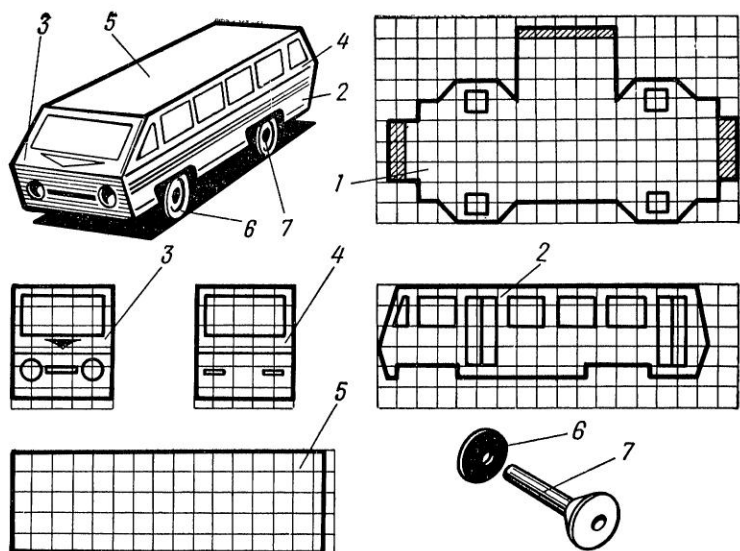

Рис. 28. Модель микроавтобуса:
**Микроавтобус.** Модель микроавтобуса (рис. 28) состоит из рамы, передней подвески, заднего моста и кузова. Чертежи развертки рамы (1) переносят на картон, фальцуют по линиям сгиба, вырезают по контуру, сгибают и склеивают.